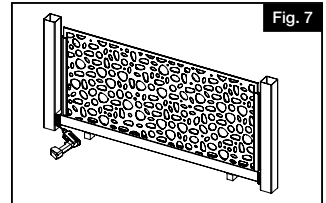

Fig. 7
- Ensure bracket is centered to post. Then, using ⅛" drill bit, pre-drill first bottom bracket screw hole through bracket hole and post (use the four outside corner holes) (Fig. 7).
- S'assurer que le support est centré sur le poteau. Puis, au moyen d'un foret de 1/8 po (3,2 mm) percer un avant-trou pour la première vis de support du bas à travers le trou du support jusque dans le poteau (utiliser les quatre trous des coins extérieurs) (Fig. 7).